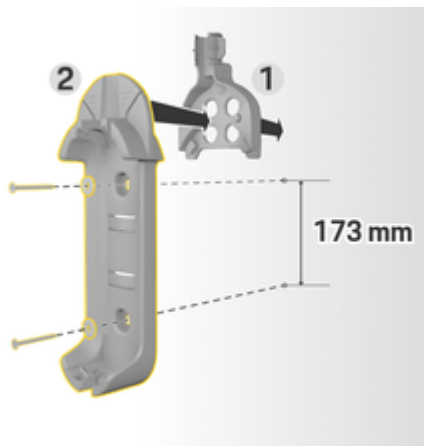

Abb. 6: Bohrmaße
3. Wandhalterung Basis **2** (Abb. 6) von vorne in die Kabelführung **1** (Abb. 6) eindrücken.